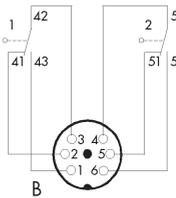

Fig. 13: Esquema de conexiones para el equipamiento máximo
- Esquema de conexiones con conector redondo (marca Binder) (Fig. 13)